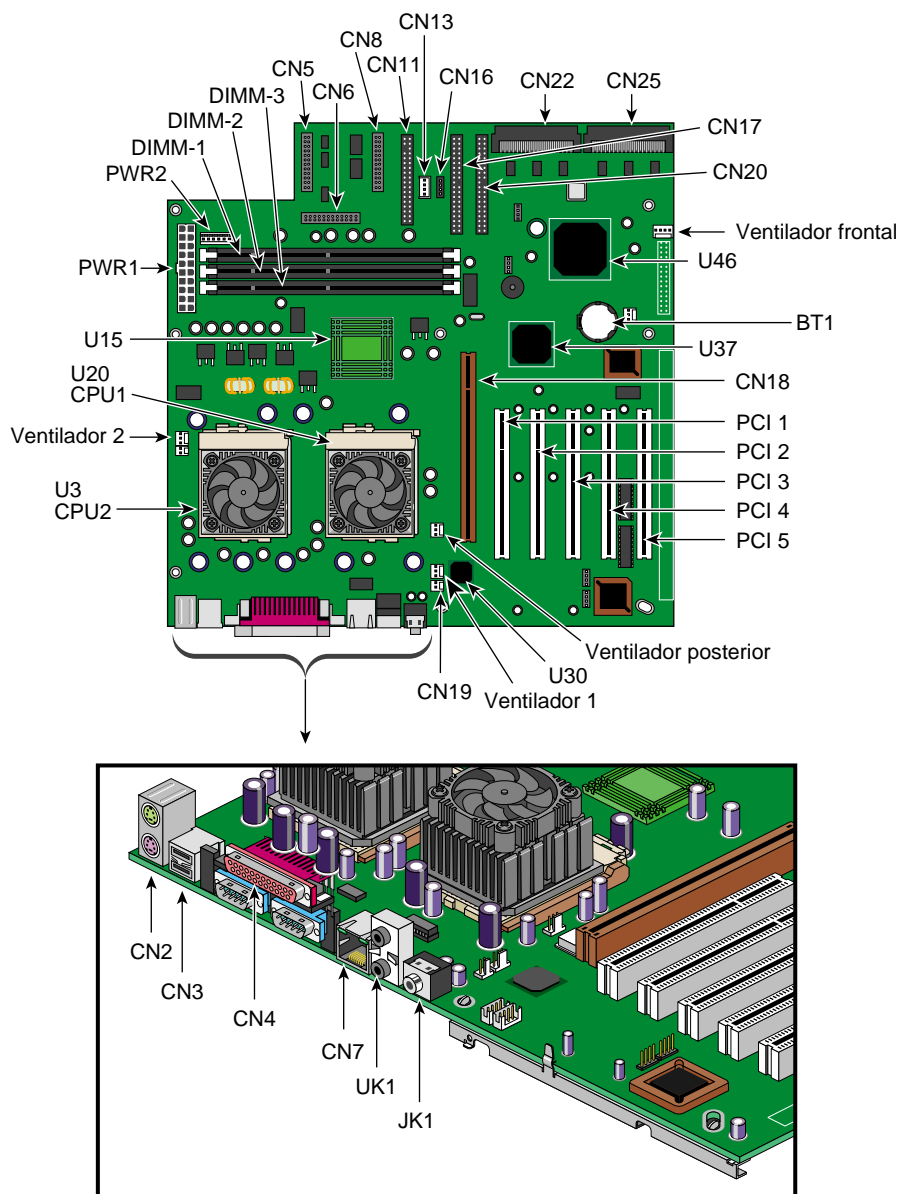

Figura 3-1 Distribución de la tarjeta del sistema
En la Figura 3-1 se muestra la distribución de la tarjeta del sistema.
5. Conecte los cables de 2 y 3 clavijas del ventilador o disipador térmico a la tarjeta del sistema. Consulte la Figura 3-1, página 60 si desea conocer la posición de los conectores del ventilador o disipador térmico.